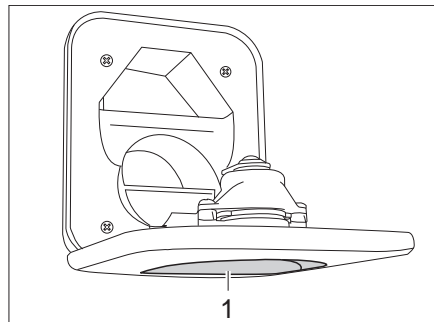

Bild 258 Frischwasser-Einfüllstutzen für Toilette
- Frischwasser-Einfüllstutzen für Toilette (Bild 258,1) oberhalb der Klappe für die Thetford-Kassette öffnen und nach unten schwenken.